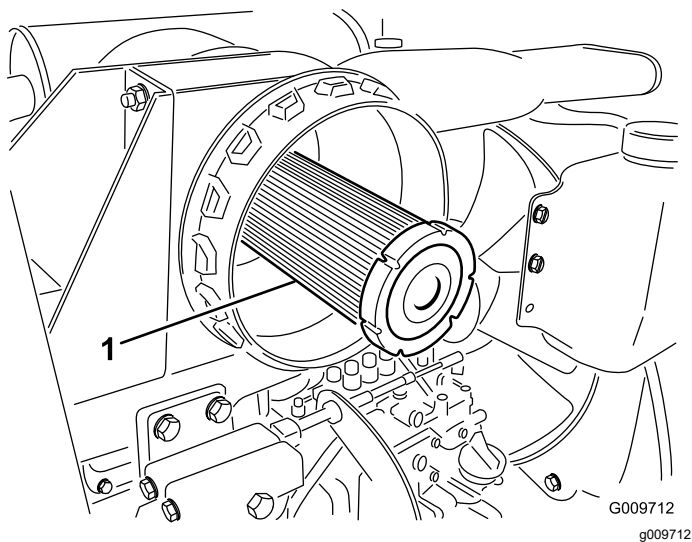

Figura 58
**Importante:** Non cercate mai di pulire il filtro di sicurezza (Figura 58). Sostituitelo ogni 3 interventi di manutenzione sul filtro primario.